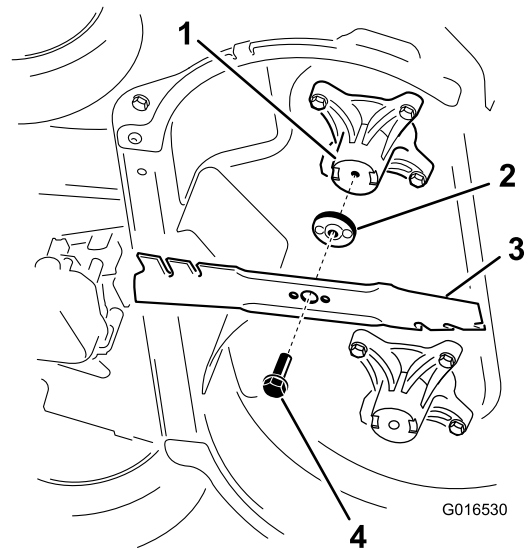

Bild 42
2. Entfernen Sie jedes Messer, siehe Bild 42.
1. Montieren Sie das erste Messer so, dass es horizontal ist, und alle Befestigungen, wie in **Bild 42** dargestellt.